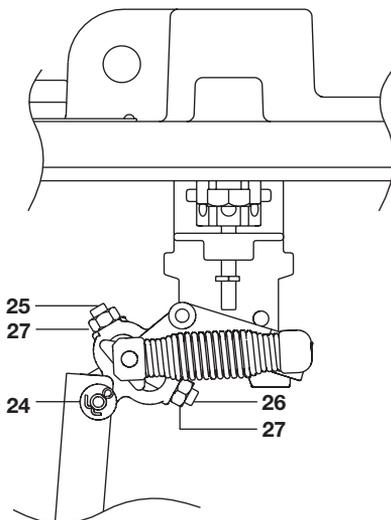

图 8
注意：定位螺栓（图8中25,26项）由生产厂设定,在下列维修过程中不能改变。
- a) 从机构连接末端取出轴销（图8第24项）。转动浮球和杠杆至杆的另一边。